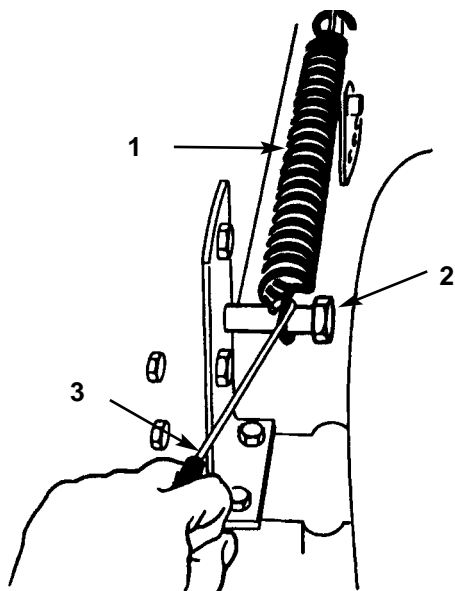

Fig. 38
4. Togliete la molla di sollevamento altezza di taglio dal bullone di fermo (Fig. 38) utilizzando l'utensile apposito fornito con la macchina. La molla si trova tra il telaio e la ruota posteriore destra.